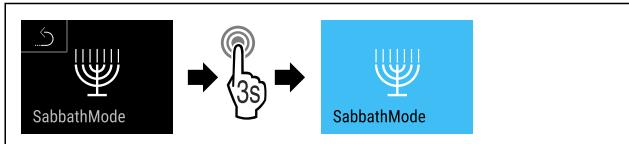

Fig. 12
- Провести етапи операцій (див. Fig. 12).